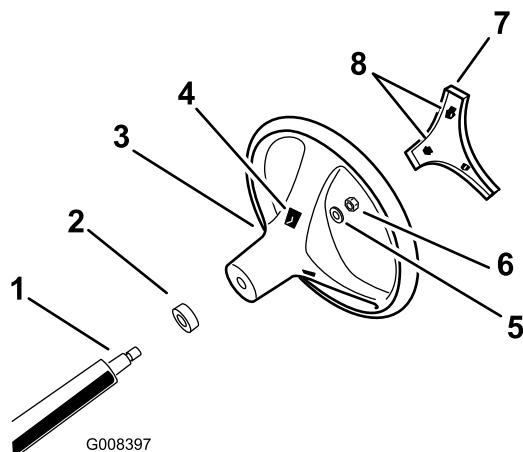

図 3
- ハンドルをシャフトにはめ込み、ナットで固定する（図 3）。ナットを 24-30 Nmにトルク締めする。